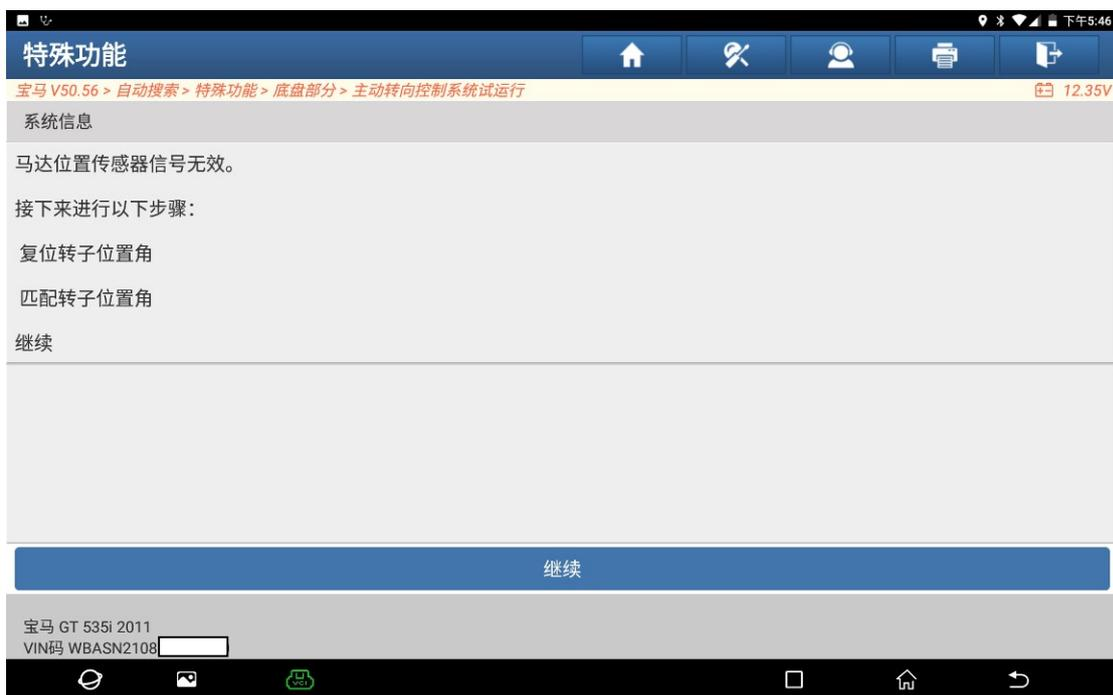

图 6
6. 达位置传感器信号无效。接下来进行以下步骤：复位转子位置角，匹配转子位置角，继续。如图 6: